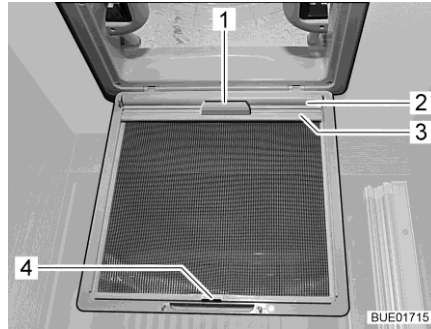

Fig. 27 Oscurante a rullo (oblò)
- Tirare l'oscurante a rullo (Fig. 27,2) utilizzando la maniglia (Fig. 27,1) e agganciare il listello di supporto (Fig. 27,3) ai ganci (Fig. 27,4) sulla protezione contro gli insetti.
- Staccare il listello di supporto (Fig. 27,3) dai ganci (Fig. 27,4) e ricondurre lentamente l'oscurante a rullo (Fig. 27,2) utilizzando la maniglia (Fig. 27,1).